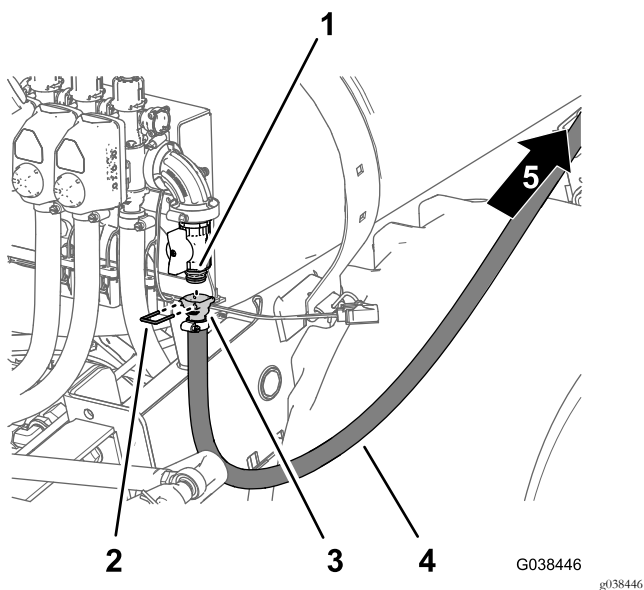

Figura 96
- Montate il raccordo diritto dentellato del flessibile sul raccordo di collegamento rapido della valvola di intercettazione flangiata (Figura 96).
- Fissate il raccordo diritto dentellato al raccordo di collegamento rapido (Figura 96) con il fermo che avete rimosso al passaggio 3 di Montaggio della valvola di intercettazione per il kit pistola di irrorazione o il kit avvolgitubo elettrico opzionali (pagina 43).
- Disponete il flessibile di alimentazione in avanti, lungo il serbatoio dell'irroratrice, verso l'avvolgitubo (Figura 96).